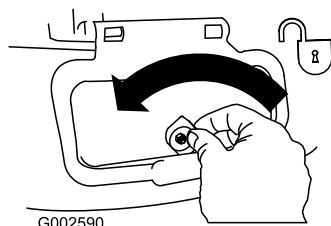

Figure 31
1. Déverrouillez le volet d'éjection latérale (Figure 31).